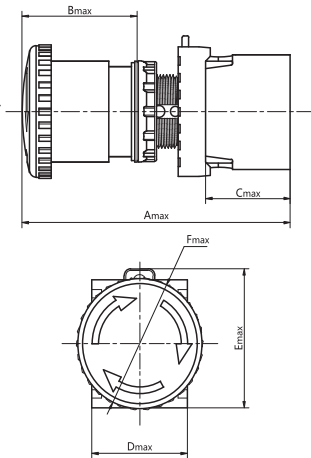
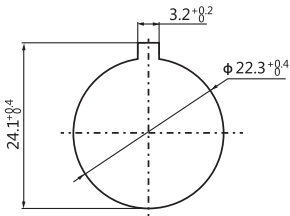

图1 按钮外形尺寸示意图
图2 安装面板的开孔尺寸
2.1 按钮的外形尺寸示意图见图1，安装面板的开孔尺寸见图2，外形尺寸见表2。